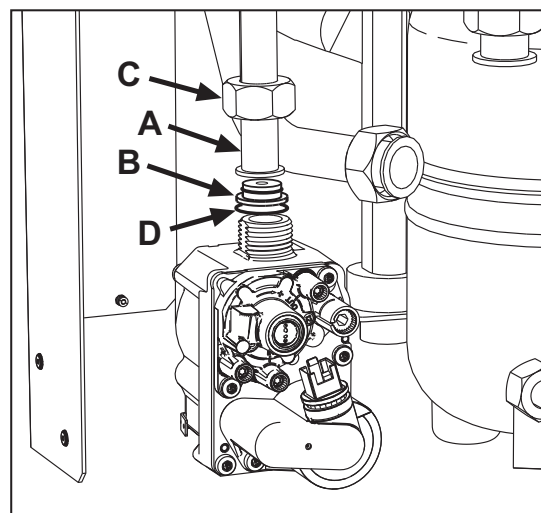

рис. 22
3. Открутите колесико **C** и снимите газовую трубу **A** с газового клапана (см. рис. 22);
4. Замените форсунку **B**, вставленную в газовую трубу, на форсунку, входящую в комплект для переоборудования, поместив между ними прокладку **D** (см. рис. 22).